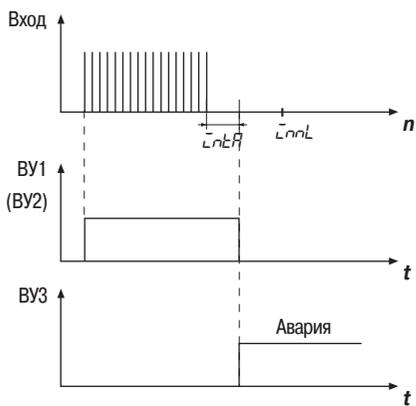

Рис. 10
- заклинивание вала электропривода произошло до достижения конечного положения – значение счетчика не достигло заданного в параметре $LnnL$ значения, а период следования импульсов, установленный в параметре $LnPP$, превышен (рис. 10);